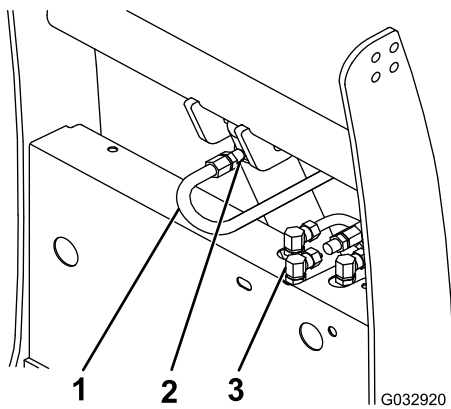

Figura 9
- Retire el tapón del acoplamiento superior del cilindro de elevación (Figura 9).
8. Usando sellador de roscas, instale un extremo de la manguera de 39 cm (15½") en el acoplamiento superior del cilindro de elevación (Figura 9). Apriete el acoplamiento con los dedos, luego gírelo 2 o 3 vueltas más.
9. Formando una "S" con la manguera, conecte el extremo libre de la manguera al acoplamiento trasero del distribuidor hidráulico (Figura 9). Apriete el acoplamiento con los dedos, luego gírelo 2 o 3 vueltas más.